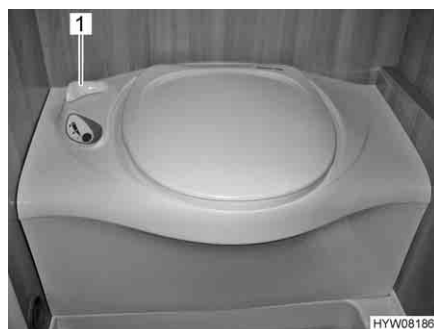

Fig. 256 Toilette Thetford
- Prima di tirare l'acqua, aprire il cursore della toilette Thetford. A tal fine ruotare la leva del cursore (Fig. 256,1) in senso antiorario.
- Dopo aver tirato l'acqua chiudere il cursore. Ruotare la leva del cursore (Fig. 256,1) in senso orario.